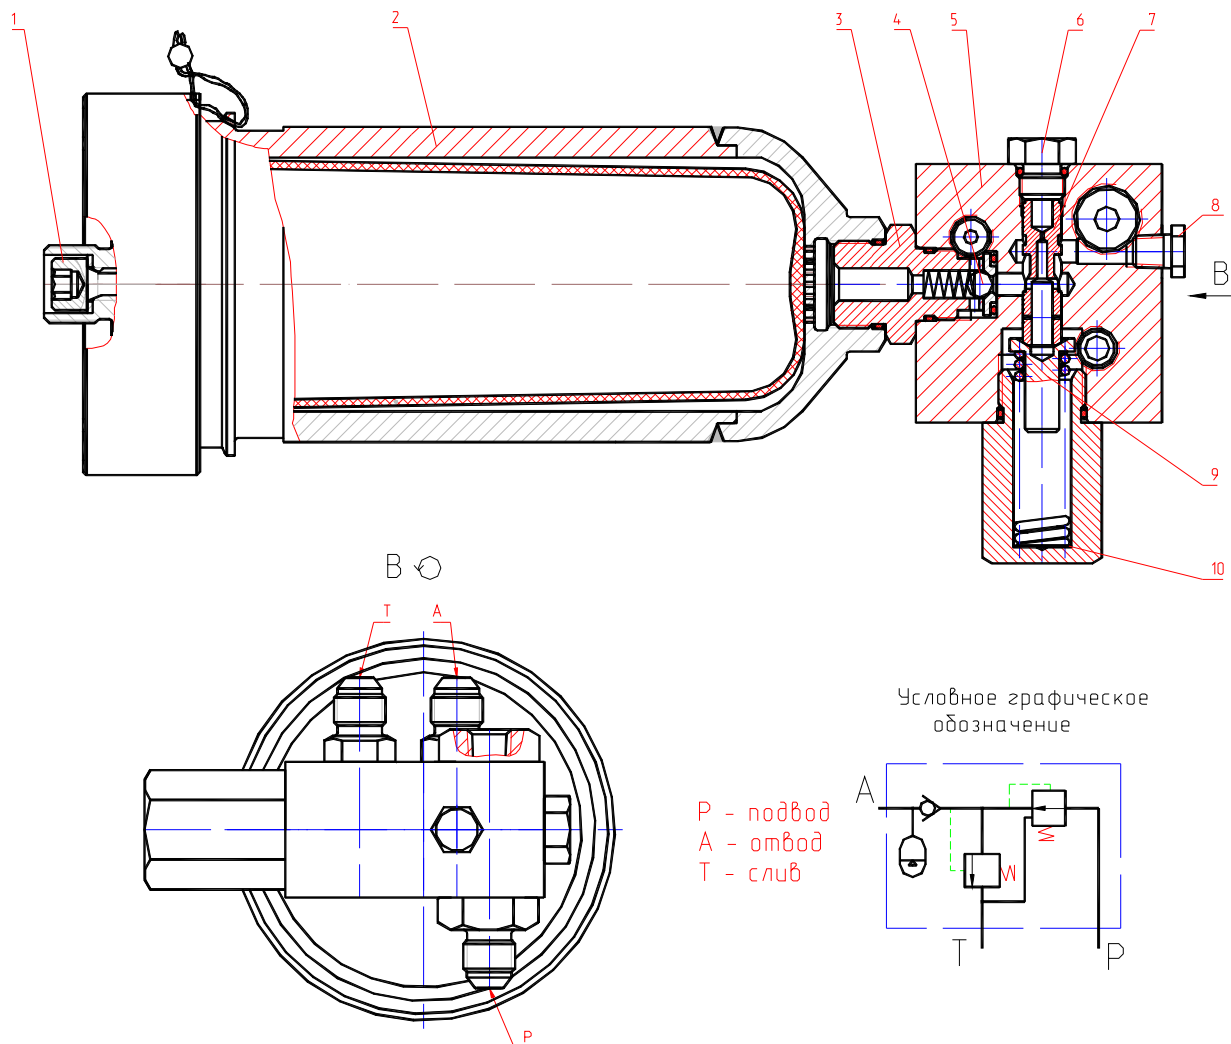

Рис. 35 Пневмогидроаккумулятор
10. ПНЕВМОГИДРОАККУМУЛЯТОР (рис. 35)
Баллон 2 заправляется газом под давлением $0,7^{+0,05}$ МПа через приспособление 3 (рис. 8), присоединяемое к штуцеру 1 (рис. 35). Газ - технический азот с точкой росы не выше минус 30°C .
Зарядка пневмогидроаккумулятора и питание напорной линии системы гидроуправления (отверстие А), осуществляется через редукционный клапан 7 (рис. 35) от гидролиний высокого давления через отверстие P. На случай отказа редукционного клапана предусмотрен предохранительный клапан 9, который при повышении давления выше значения